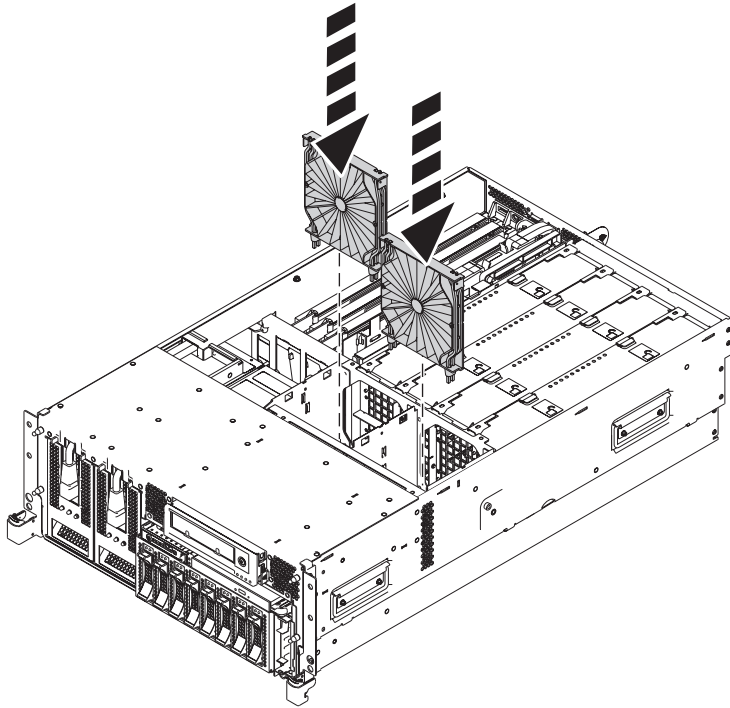

Abbildung 16. Luftführungen in Ventilatorrahmen installieren
- b. Setzen Sie zur Installation der Luftführungen die Luftführungen in die entsprechenden Positionen im Ventilatorrahmen ein und drücken Sie sie nach unten, bis sie einrasten (siehe Abb. 16 auf Seite 15).